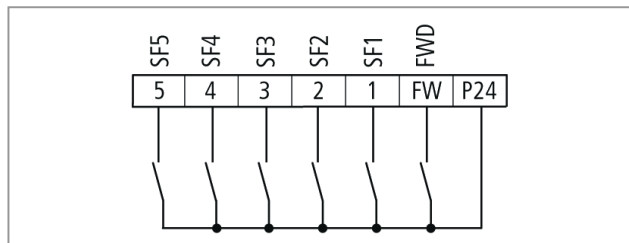

Рис. 56 Цифровые входы 1 ÷ 5 с предписанными функциями SF1 до SF5 (выбор битов фиксированных частот)
- Активируйте функции SF1÷SF7 предписанных цифровым входам, чтобы их комбинация указывала соответствующую фиксир. частоту согласно рис. 56.